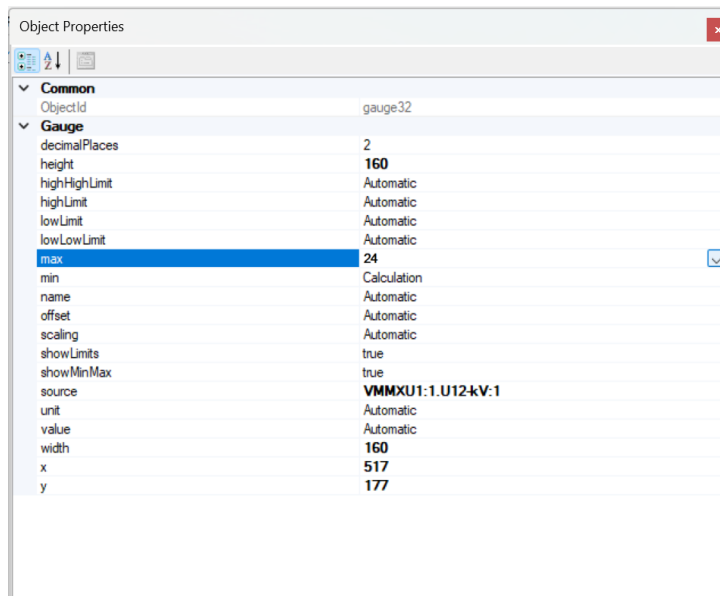

Imagen 160_ Seleccionando valor máximo de medición de voltaje.
3.22 En la opción de “max” le cambiaremos a la opción de “24” como en la **Imagen 160**.